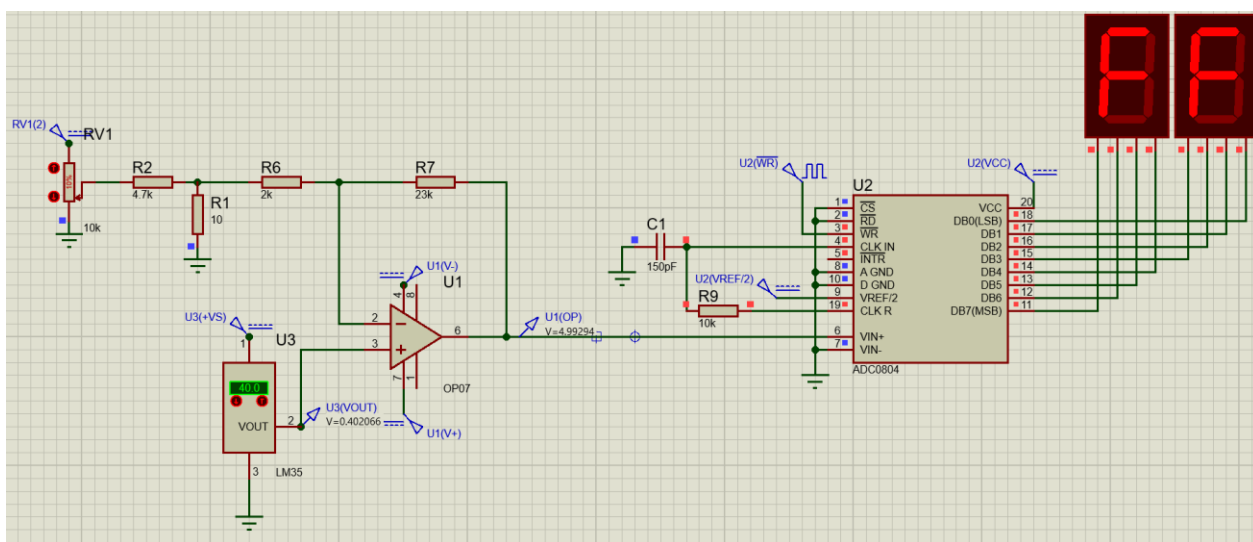

Figura 4: Simularea circuitului pentru limita superioară de temperatură
- **limita superioară (40°C)** – tensiunea atinge valoarea maximă de 5 V la intrarea convertorului, generându-se valoarea FF (Figura 4)